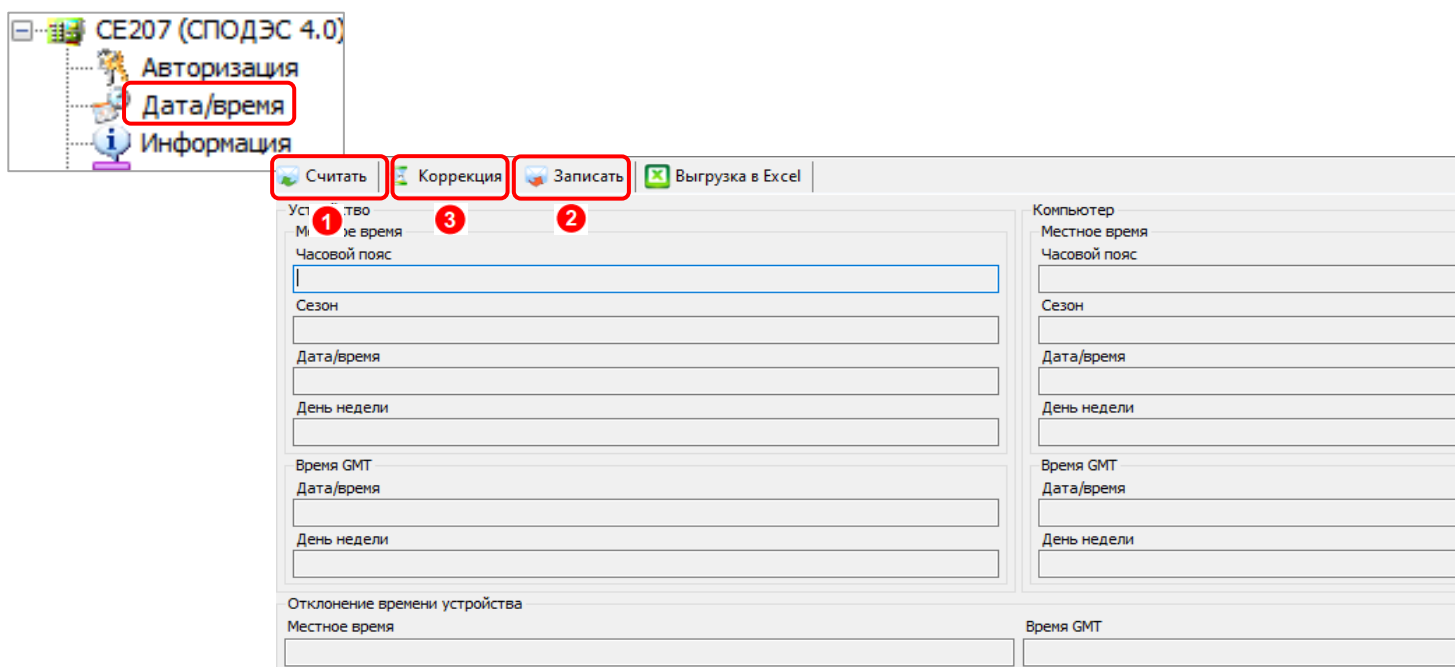

Рисунок 170
Доступна запись текущей даты и времени (по часам ПК) на вкладке «Дата/время» (2) (см. рисунок 170).
Коррекция времени выполняется на вкладке «Дата/время», нажатием на кнопку «Коррекция времени» (3) (см. рисунок 170).